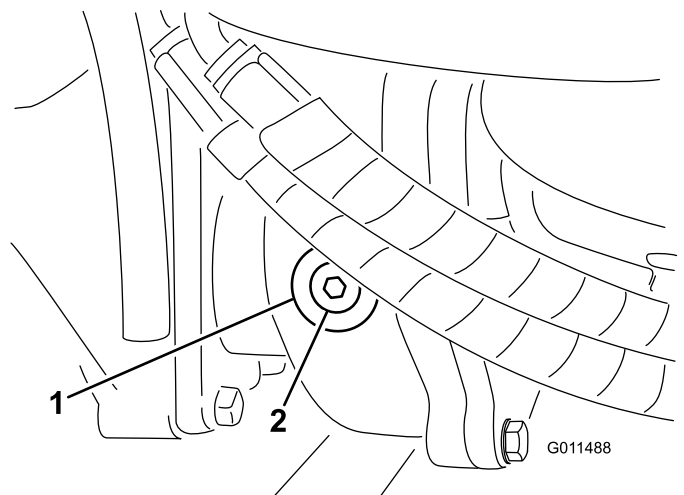

Figura 61
2. Retire el tapón de verificación/llenado del lado izquierdo de la caja de engranajes y asegúrese de que el lubricante llega al borde inferior del orificio (Figura 61).